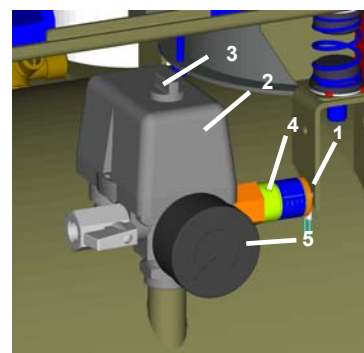
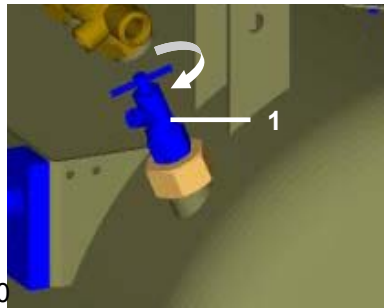

Рис.9
Рис.10
(Рис.9)
#### Компрессоры (Рис.10)
В том случае, если компрессор не будет применяться длительное время, рекомендуется слить конденсат из напорного резервуара и компрессор потом запустить в эксплуатацию примерно на 10 минут с открытым клапаном для слива конденсата (1) (Рис.10). Потом выключить компрессор выключателем (3) на реле давления (2) (Рис.9), закрыть клапан для слива конденсата и отсоединить оборудование от электросети.
- Отсоединить оборудование от электросети. Выпустить давление воздуха в напорном резервуаре, открывая клапан для выпуска конденсата (1) (Рис.10).